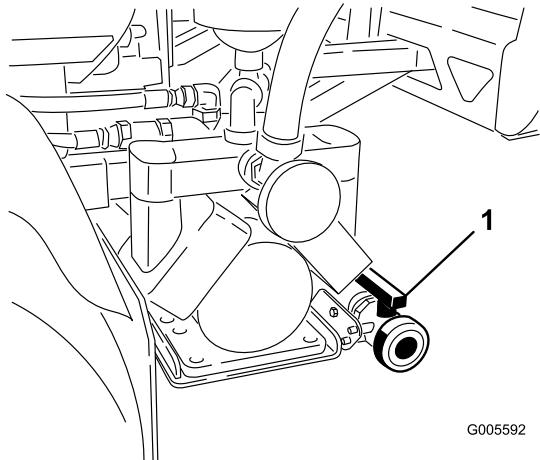

Figura 20
2. Localice la válvula de vaciado del depósito situada en la parte trasera de la máquina(Figura 20). La bomba está situada en la parte trasera de la bomba, unida al soporte.